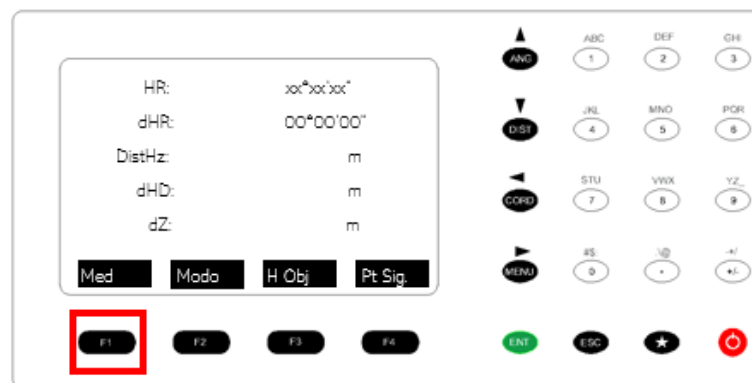

Figura 137. Medición.
41. Con apoyo del colimador y la mira, indicarle al cadenero que se alinee a la mira de la estación. En cuanto el bastón se encuentre alineado con la mira, liberar el tornillo de giro vertical de la estación, hasta apuntar al centro del prisma y apretar nuevamente el tornillo. Presionar el botón F1 Med. Figura 137.